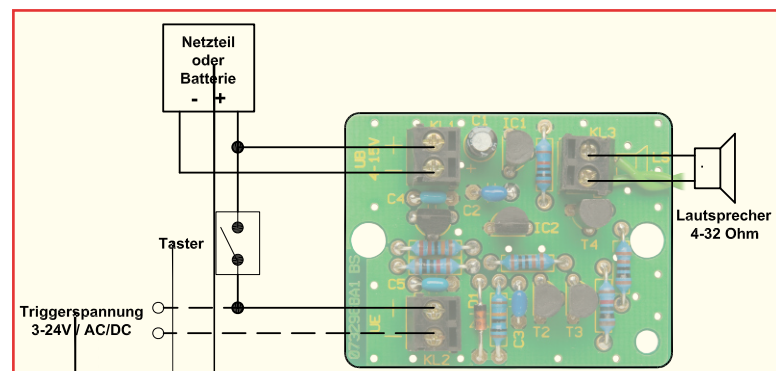

Bild 2: Anschlussschema
lung) erfolgt durch eine Spannung an KL 2 (UE). Soll im einfachsten Fall ein Taster verwendet werden, ist dieser (wie in Abbildung 2 dargestellt) zwischen dem „+“- Kontakt von KL 1 und dem „+“-Kontakt von KL 3 anzuschließen. Wie schon erwähnt, kann man hier auch eine Wechselspannung zur Triggerung verwenden. So ist es z. B. möglich, die Schaltung in eine bestehende Installation mit einem vorhandenen Klingeltrafo zu integrieren. **ELV**